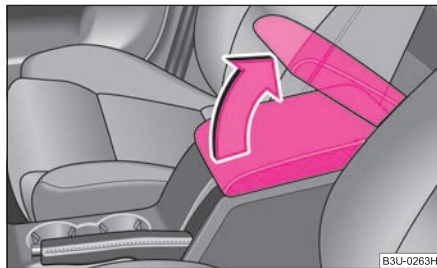

**Fig. 102** Bracciolo tra i sedili anteriori
- Aprire il coperchio del bracciolo ⇒ **fig. 102**.
- Sollevare prima completamente il coperchio del bracciolo nel senso della freccia ⇒ **fig. 102** e solo dopo abbassarlo totalmente.